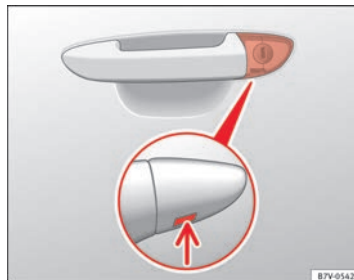

Abb. 54 Türgriff an der Fahrtür: verdeckter Schließzylinder.
- Schlüsselbart am Fahrtürgriff von unten in die Öffnung der Abdeckkappe stecken ⇒ Abb. 54 (Pfeil) und Abdeckkappe von unten nach oben anheben.